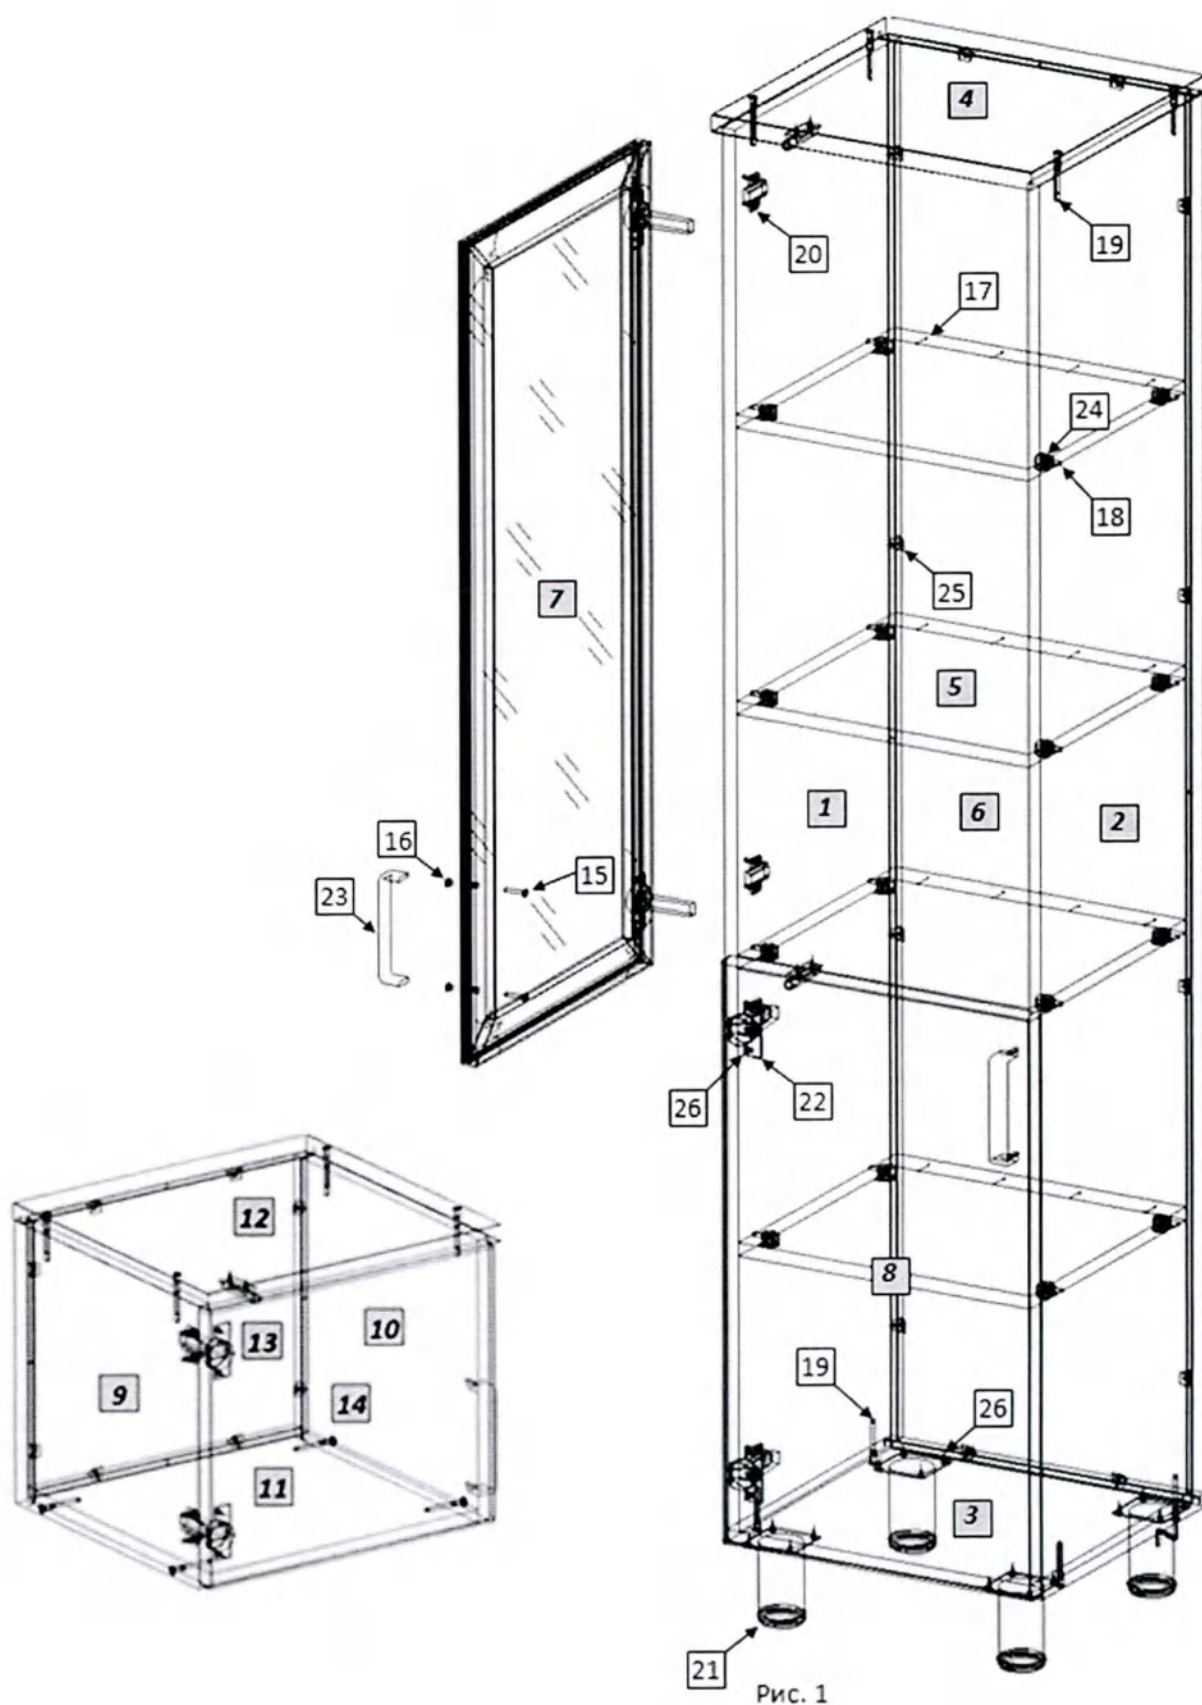

Рис. 1
1. Внимательно ознакомьтесь со схемой сборки, изображённой на рис. 1, сверяясь со спецификацией на изделие. Согласно схеме и спецификации определите расположение деталей в изделии и порядок их сборки. Сборка производится на ровном полу, укрытом материалом, предотвращающим повреждение покрытия пола и деталей мебели. Подготовьте необходимые для сборки инструменты – плоскую и крестовую отвёртки, молоток, рулетку или линейку, шуруповёрт.
2. На боковых стенках (1,2) установите ввинчиваемые дюбели эксцентриковых стяжек (12); установите монтажные планки петель (14). На горизонтальных стенках (5) установите эксцентриковые стяжки (18). Евровинтами (13) соедините боковые стенки (1,2) с горизонтальной нижней стенкой (3) и крышкой (4), установив в пазы заднюю стенку (6). Закрепите заднюю стенку в пазах уголками (19). Установите и закрепите горизонтальные стенки (5), гвоздями (11) зафиксируйте к ним заднюю стенку. На горизонтальной нижней стенке (3) шурупами (20) закрепите опоры (15).
3. На дверях (7,8) шурупами 4×16 (20) закрепите петли (16), установите ручки (17). Для правильной установки ручки на фасад из алюминиевого профиля, в отверстия в стекле должны быть установлены втулки (10), ручка крепится винтами (9) (усилие не должно быть чрезмерным, чтобы избежать повреждения стекла). Закрепите двери к боковой стенке шкафа. Отрегулируйте положение дверей винтами петель.